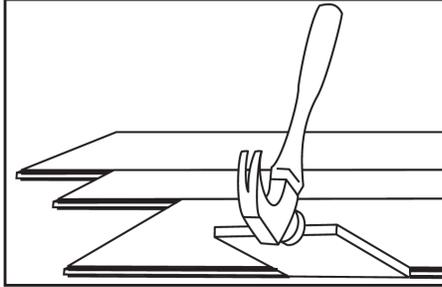

Figure 11
- Il se peut que ce soit nécessaire d'aligner le produit avec un morceau provenant des rebuts de coupe de la façon illustrée (**Figure 11** - maintenir la pièce provenant des rebuts de coupe dans un angle faible pour éviter d'endommager les bords).